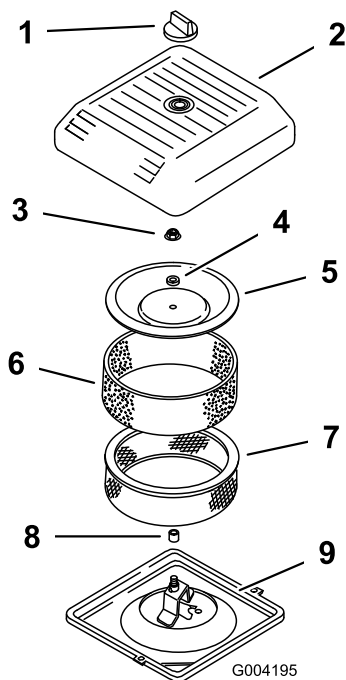

Figura 26
4. Desenrosque el pomo y retire la cubierta del limpiador de aire (Figura 26).
5. Deslice cuidadosamente el prefiltro de gomaespuma para separarlo del elemento de papel (Figura 26).
6. Desenrosque la tuerca de la tapa y retire la tapa, el espaciador y el filtro de papel (Figura 26).
2. Coloque el conjunto del limpiador de aire sobre su base (Figura 26).
3. Instale la tapa y el espaciador y fíjelos con la tuerca de la tapa (Figura 26). Apriete la tuerca a 11 Nm (95 pulgadas-libra).
4. Instale la cubierta del limpiador de aire y fíjela con el pomo (Figura 26).